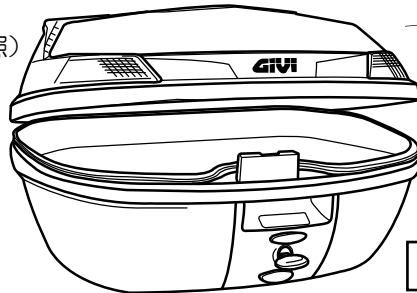

図 4
2-4. ① ケース の フタ を 持 ち 上 げ ます。(図 4 参 照)